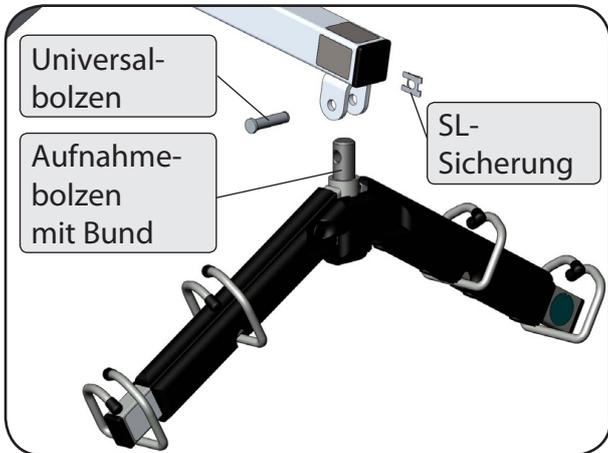

Abbildung 13
9. Zur Montage des Transportbügels entfernen Sie den zum Transport befestigten Universalbolzen mit SL-Sicherung am Ende des Hebearms. Montieren Sie diesen mit dem Aufnahmebolzen mit Bund einschließlich des Standardtransportbügels am Ende des Hebearms (Abbildung 13 / 14).